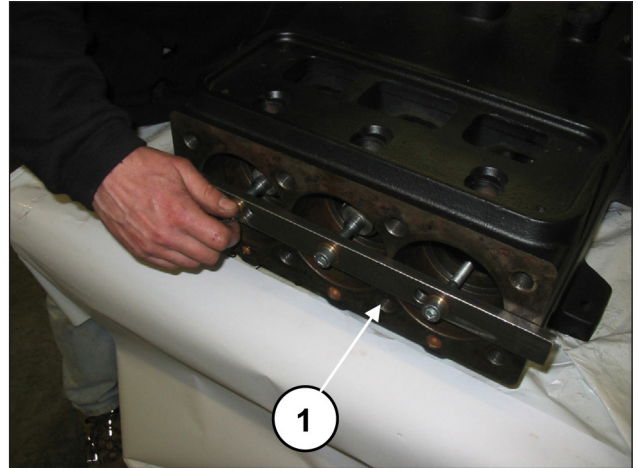
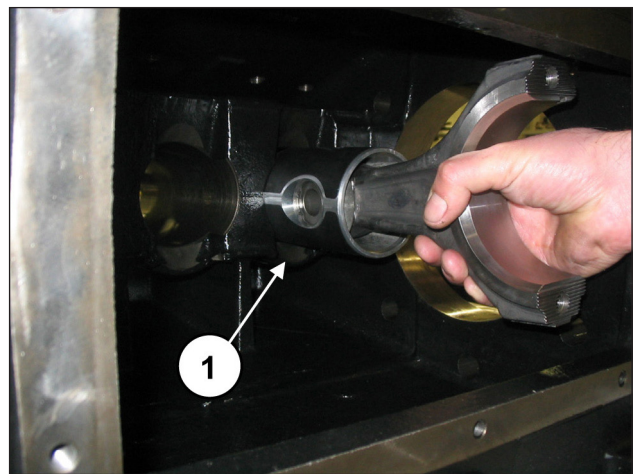

Fig. 31
Fig. 32
Dévisser les vis de l'outil réf. 27566200 pour débloquer les bielles (rep. ①, Fig. 31) puis dégager les ensembles bielle-guide de piston par l'ouverture arrière du carter (rep. ①, Fig. 32).
Après s'être assuré que le carter est propre, insérer l'ensemble demi-bielle/guide de piston dans les tiges du carter (rep. ①, Fig. 32).
Bloquer les trois groupes à l'aide de l'outil réf. 27566200 (rep. ①, Fig. 31).
Déposer l'outil de blocage des bielles réf. 27566200 (rep. ①, Fig. 31).